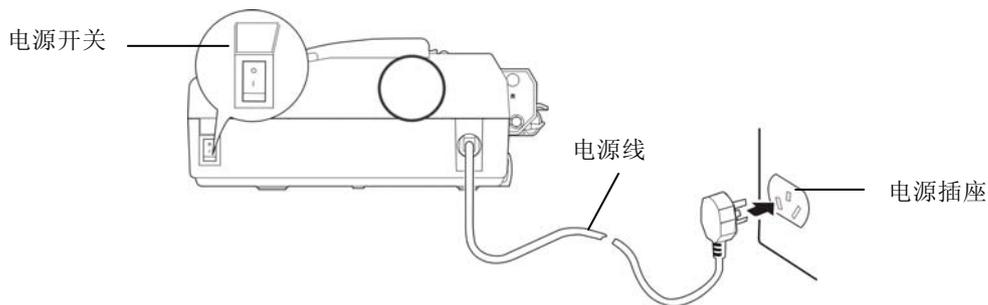

图 1-13 连接电源
1. 确保打印机为关机状态，如图 1-13 所示（当开关按下一侧在“O”标注处时为关机状态）。